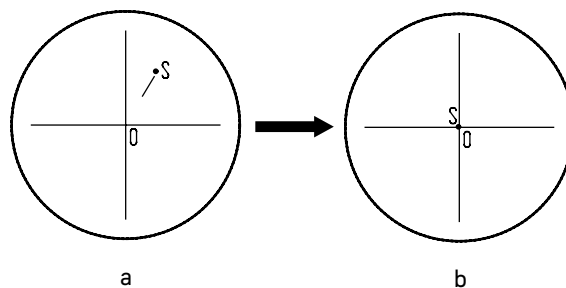

Рис. 21. Настройка канала визуализации
- Установите ручку переключения светового потока **3** в положение для наблюдения через окуляры. Наблюдая объект через окуляры, найдите отличительную точку в поле зрения (легко идентифицируемую цель, такую как точка *S* на рис. 21а), переместите объект на предметном столике так, чтобы данная точка находилась в центре поля зрения, как показано на рис. 21б. Для этой процедуры вместо обычного препарата удобно использовать специальный калибровочный слайд с перекрестием, а вместо обычного окуляра – окуляр с перекрестием.